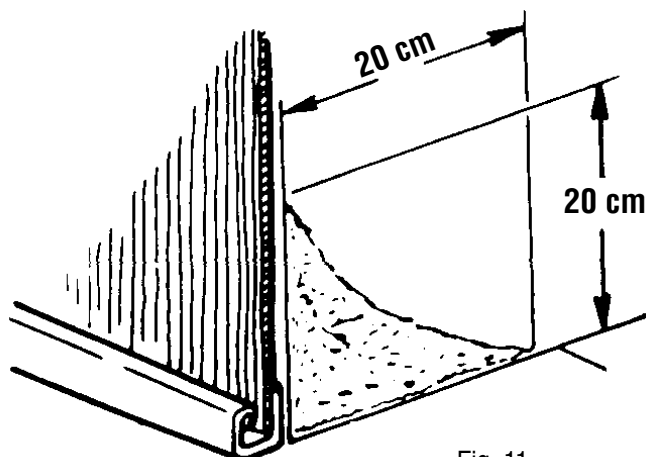

Fig. 11
**GB****6-Making the interior embankment: (Fig. 11)**
**F****6-Remblai intérieur : (Fig. 11)**
**D****6-Den inneren Erdwall aufschütten: (Abb.11)**
**E****6-Terraplén interior: (fig.11)**
**I****6-Rinterro interno: (Fig.11)**
**NL****6-Het opwerpen van een aarden wal aan de binnenzijde: (Fig. 11)**